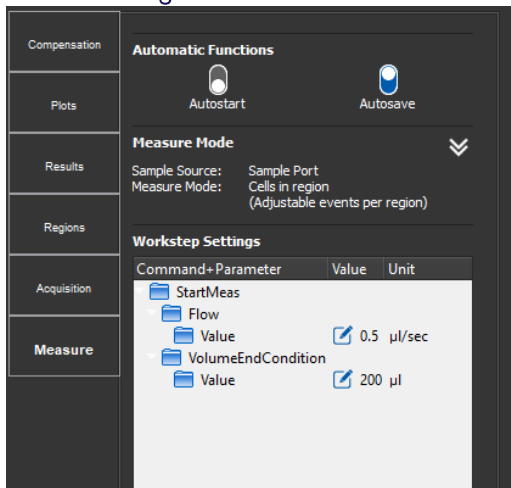

Abbildung 5. Einstellungen der Messung
1. Klicken Sie auf QC Cube  in der Hauptleiste und überprüfen Sie unter Einstellungen  → Measure, ob der Sample Port als Sample Source ausgewählt ist und die Einstellungen mit denen in Abbildung 5 übereinstimmen.